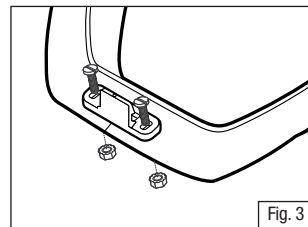

Fig. 3
6. Coloque el pestillo en la parte de la mandíbula usando el tornillo negro ranurado de 4-40 y las tuercas Keps. Ajuste la posición del pestillo de un lado a otro para la cantidad de coples deseados para sostener el visor de campo amplio en la posición baja. Apriete los dos tornillos/tuercas. (Fig. 3)